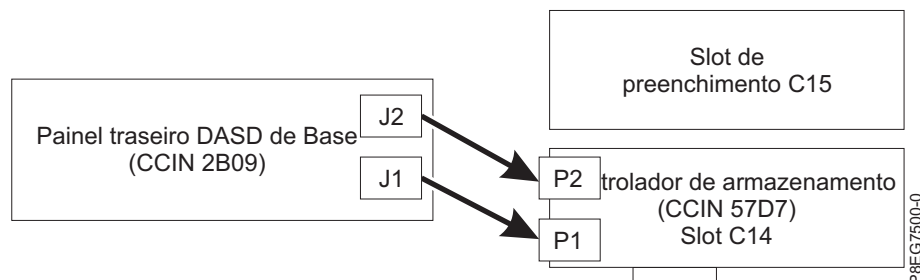

Figura 9. Reconectando o cabo SAS em uma configuração de armazenamento de base
- Se você tiver um adaptador interno PCIe3 x8 SAS RAID (CCIN 57D7) no slot P1-C14 (recurso de armazenamento base), um cabo SAS conecta o conector de painel traseiro da unidade de disco inferior (J1) ao conector P1 no adaptador e outro cabo SAS conecta o conector de painel traseiro da unidade de disco superior (J2) para o conector P2 no mesmo adaptador. Veja a Figura 9.